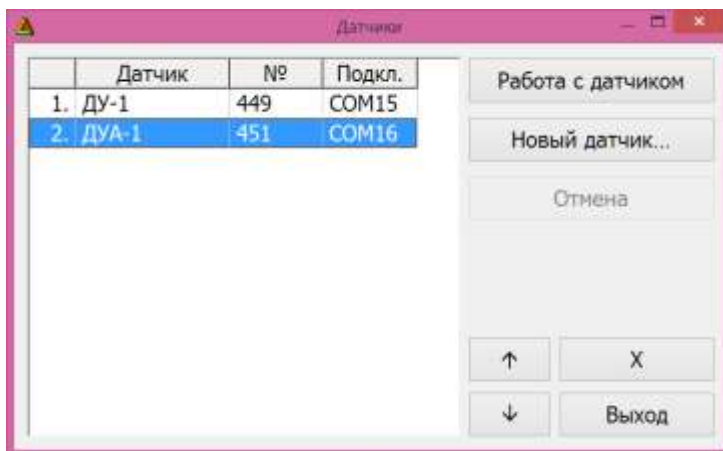

Рисунок 7. Диалоговое окно «Датчики» в «БД СИАМ»
- появится диалоговое окно «Датчики» (см.Рис.7):